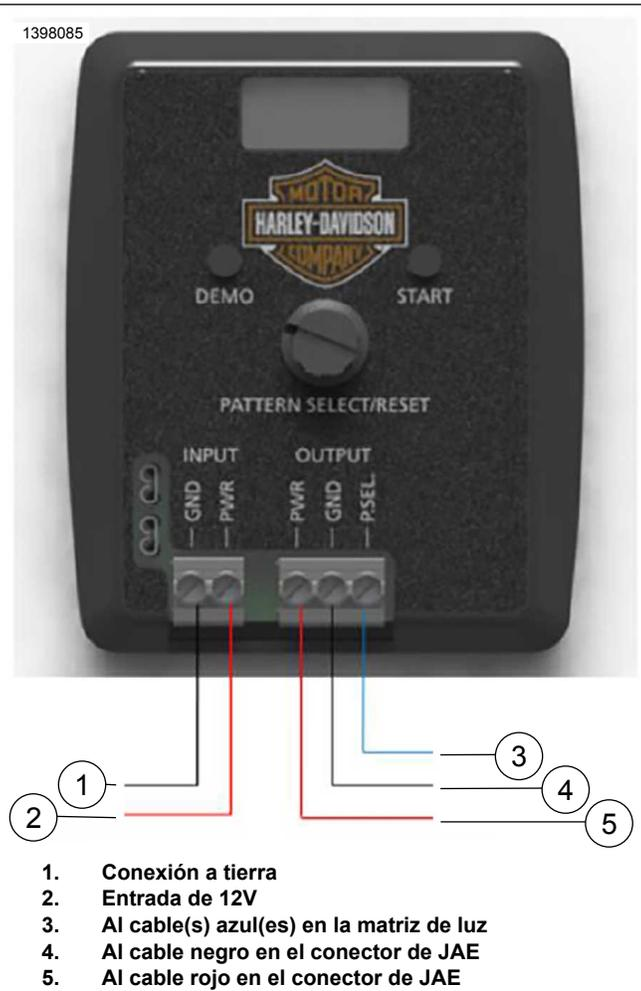

Figura 10. Configuración de la programación del patrón
1. Vea la Figura 10. Conecte la fuente de alimentación de 12V al PSCP.
2. Vea la Figura 10. Conecte la luz a los terminales OUTPUT del PSCP (requiere un cable suministrado por el concesionario).